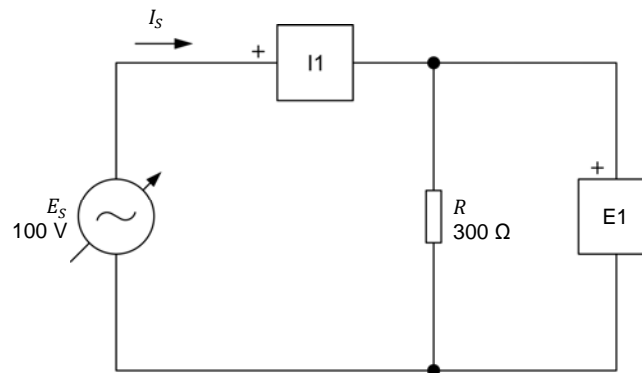

Figure 1-8. Circuit ca contenant une résistance.
7. Montez le circuit montré dans la figure 1-8. Notez le symbole utilisé pour indiquer une source d'alimentation ca à tension variable dans ce circuit. Pour obtenir la valeur de résistance indiquée près de la résistance dans la figure 1-8, effectuez les réglages des commutateurs nécessaires sur la Charge résistive.